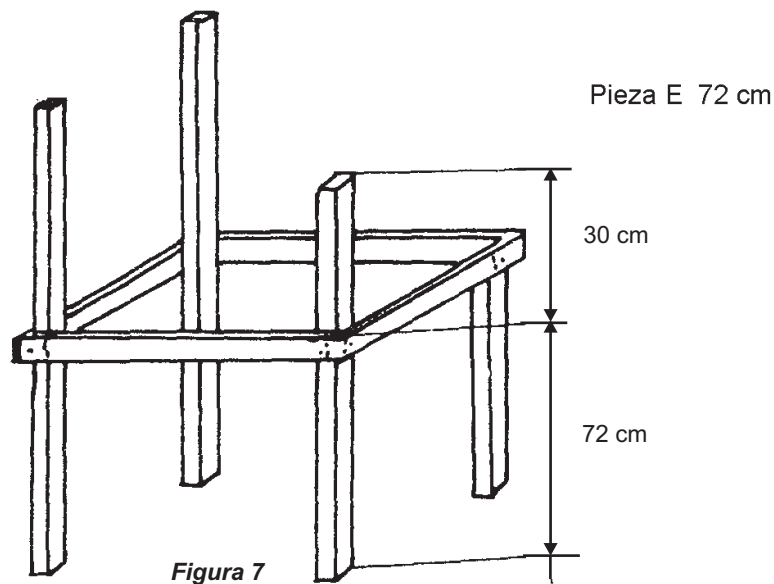

Figura 7
- Para construir el pupitre sigue los mismos pasos que utilizaste para la construcción de la silla, dejando la pieza E 30 cm más larga, para apoyar la pieza en donde colocarás tu cuaderno (figura 7).